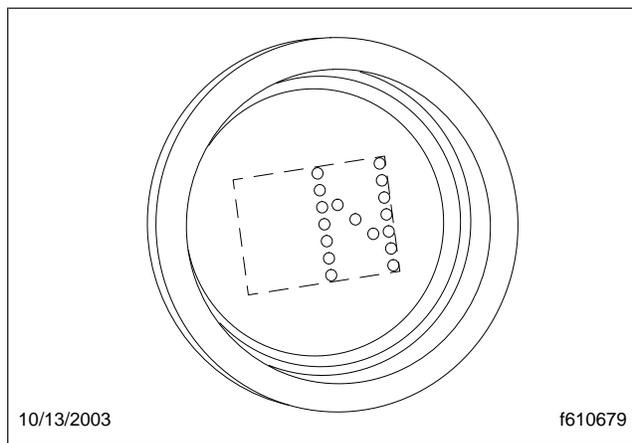

Fig. 15.7, Affichage du point mort
Le point mort (N) se trouve immédiatement en dessous de la marche arrière (R) sur le sélecteur à quatre positions situé au bout du levier de commande SmartShift. Pour sélectionner le point mort (N), appuyez sur le bouton de verrouillage du point mort et positionnez le sélecteur en dessous de R. Lorsque le point mort est sélectionné, la lettre N s'affiche sur l'indicateur de rapport en cours. Voir la figure 15.7.